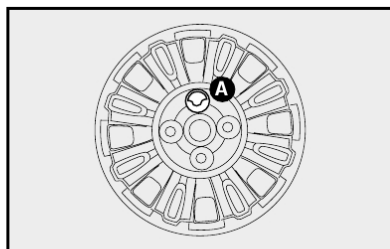

fig. 8
8) colocar a calota cuidando para que o símbolo ☐, na parte interna, fique em correspondência com a válvula, e dessa maneira o furo maior da calota A-fig. 8 passe pelo parafuso já fixado;